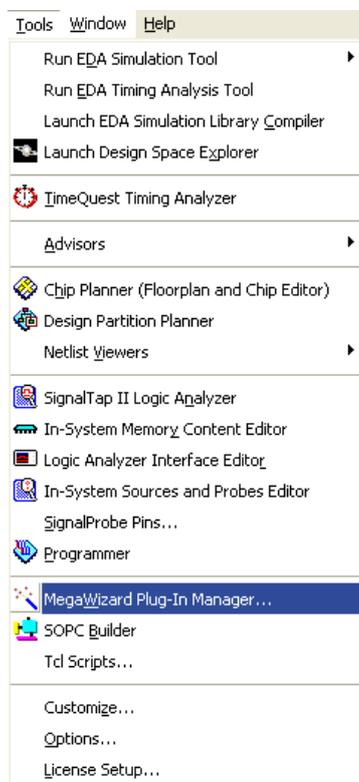

图 1 选择 MegaWizard
① 如图 1 所示，在 Quartus II 的菜单栏选择“Tools—>MegaWizard Plug-In Manager...”。